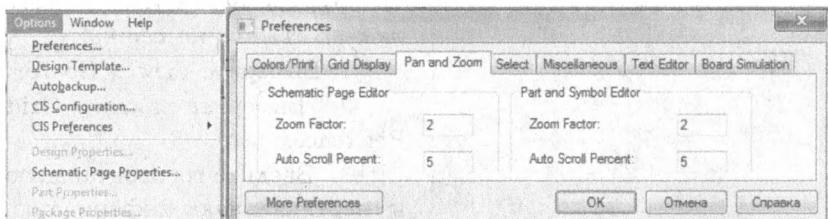

Рис. 1.37. Вкладка Pan and Zoom
- Выберите Options > Preference, затем выберите вкладку Pan and Zoom (рис. 1.37).